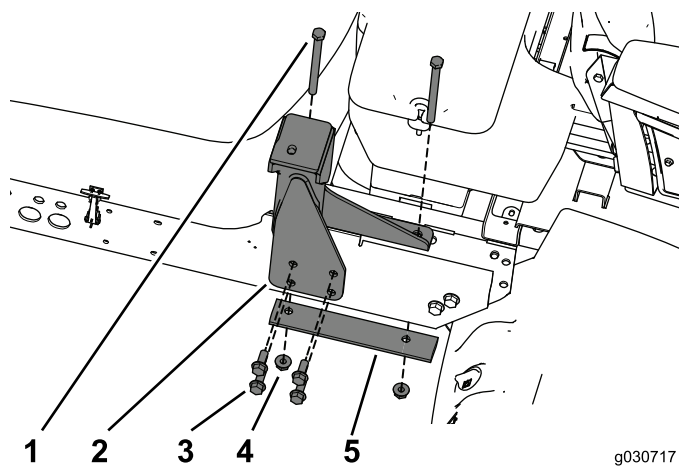

Figure 20
1. Utilisez les fixations que vous avez retirées avec le système ROPS pour fixer le support arrière au cadre (Figure 20).